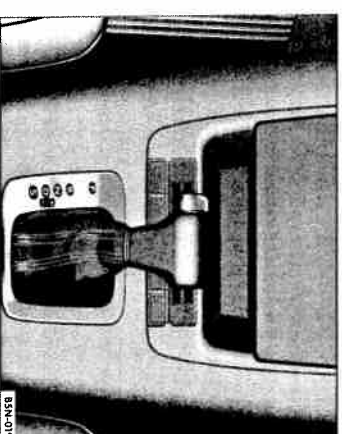

Fig. 5 Imagine din consola centrală: Selectorul de viteze al cuției automate.
- Mențineți apăsată tasta (din partea stângă a selectorului) ⇒ fig. 5 și selectați o treaptă de viteză (R, D sau S). Eventual se simte un ușor șoc. ▶